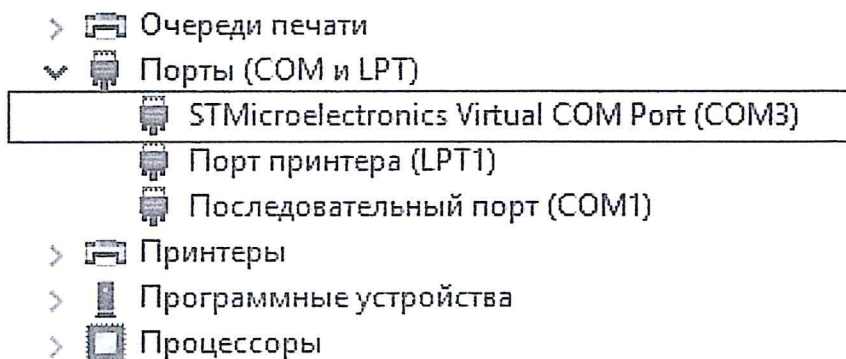

Рисунок 9 – Корректная установка драйвера виртуального COM-порта
– проверить корректность установки драйвера в окне «Управление компьютером» на вкладке «Диспетчер устройств» («Мой компьютер» → однократное нажатие ПКМ → «Управление» → «Диспетчер устройств»). В случае корректной установки драйвера подключенный БЦ будет отображаться в виде виртуального COM-порта в ветке «Порты (COM и LTP)» диспетчера устройств (рисунок 9);